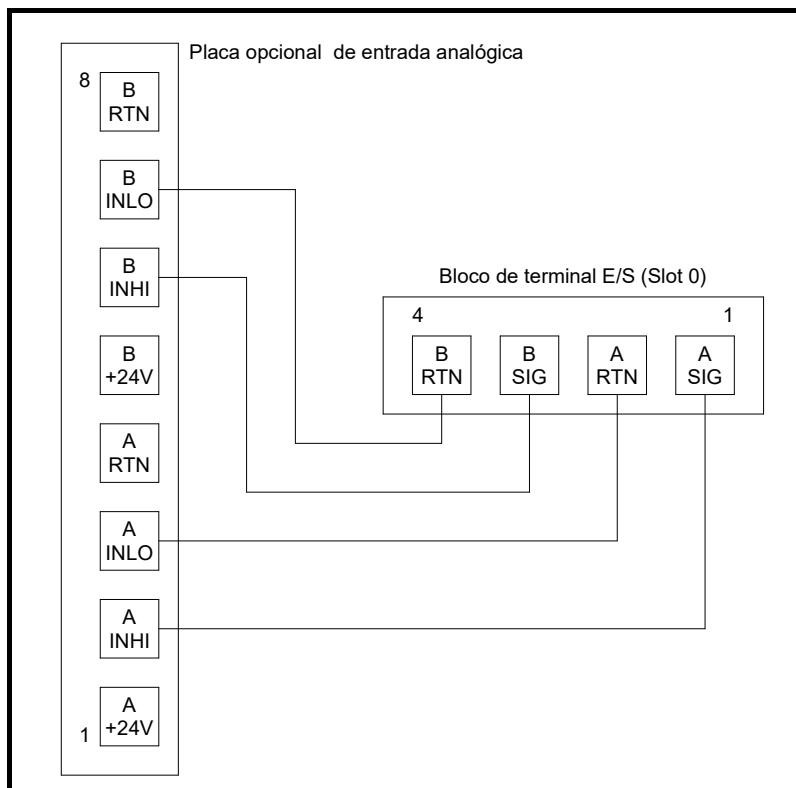

Figura 1-3: Conexões de calibração de entradas analógicas
Conecte a(s) saída(s) analógica(s) do **Slot 0** (ou uma fonte de corrente independente calibrada) à(s) entrada(s) analógica(s) da placa opcional, conforme mostrado na Figura 1-3 abaixo. Consulte o mapa do menu da Figura 1-6 na página 12 para obter orientação.
O procedimento para calibrar a **Entrada A** é idêntico à calibração da **Entrada B**. Contudo, ao calibrar a **Entrada B**, verifique se há uma fonte de corrente calibrada conectada aos pinos corretos do bloco de terminal. Consulte a Figura 1-3 na página anterior para saber os números dos pinos corretos. Para calibrar uma placa de entrada de 0/4-20 mA, consulte a seção abaixo.
1. Conecte a fonte de corrente de 4 mA à entrada analógica selecionada no momento, como mostrado na Figura 1-3 na página 5.
1. Conecte a fonte de corrente de 20 mA à entrada analógica selecionada no momento, como mostrado na Figura 1-3 na página 5.